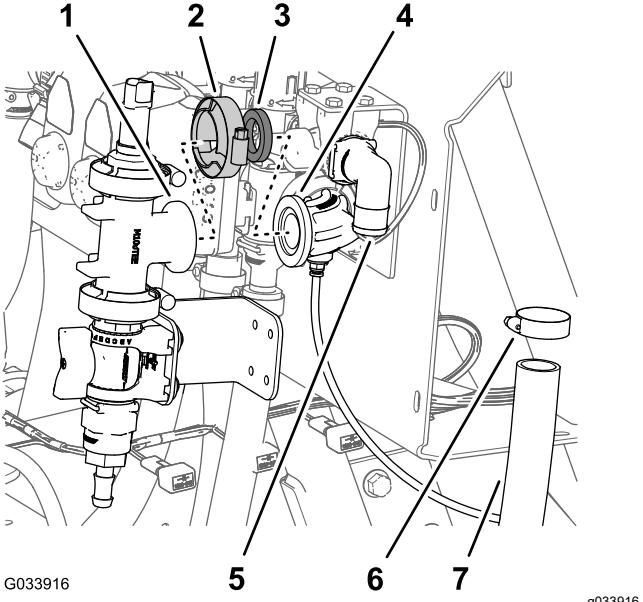

Figura 31
1. Alinee la brida del acoplamiento de T con la brida del acoplamiento de 90° Figura 31 con conector para el tubo del sensor ( ).
2. Ensamble provisionalmente el acoplamiento en T y el acoplamiento de 90° con una junta y una brida de fijación (Figura 31)
4. Retire la abrazadera, la junta y el acoplamiento en T con brida, del codo de 90° Figura 31 con conector para el tubo del sensor ( ).
4. Apriete a mano la brida de fijación que sujeta la válvula de control y el acoplamiento en T (Figura 29) y la brida de fijación que sujeta el acoplamiento en T al codo de 90° con conector para el tubo del sensor (Figura 31 y Figura 34).